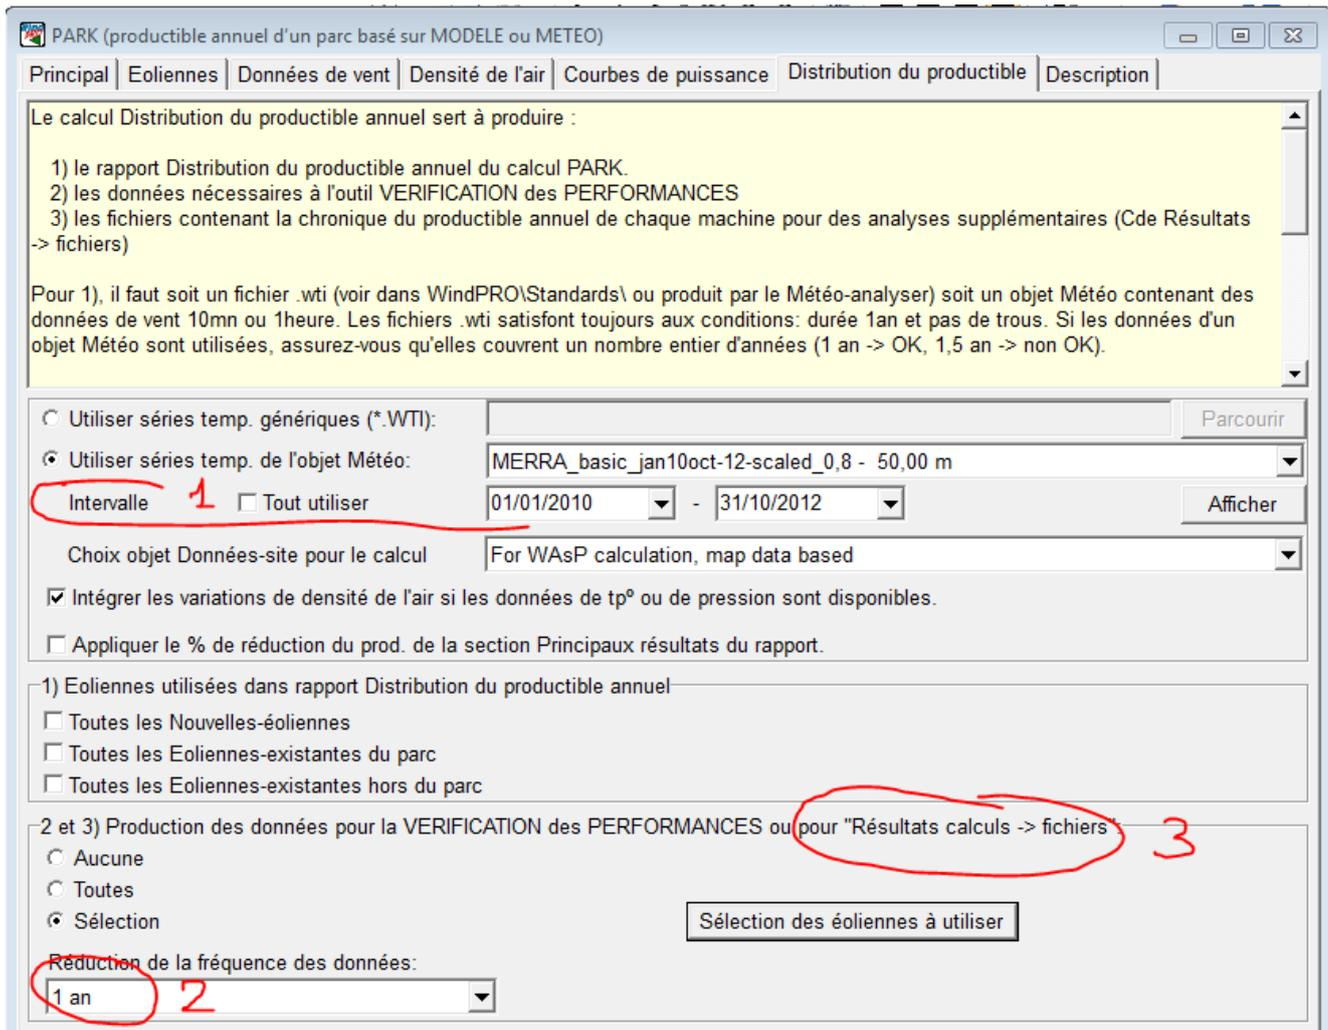
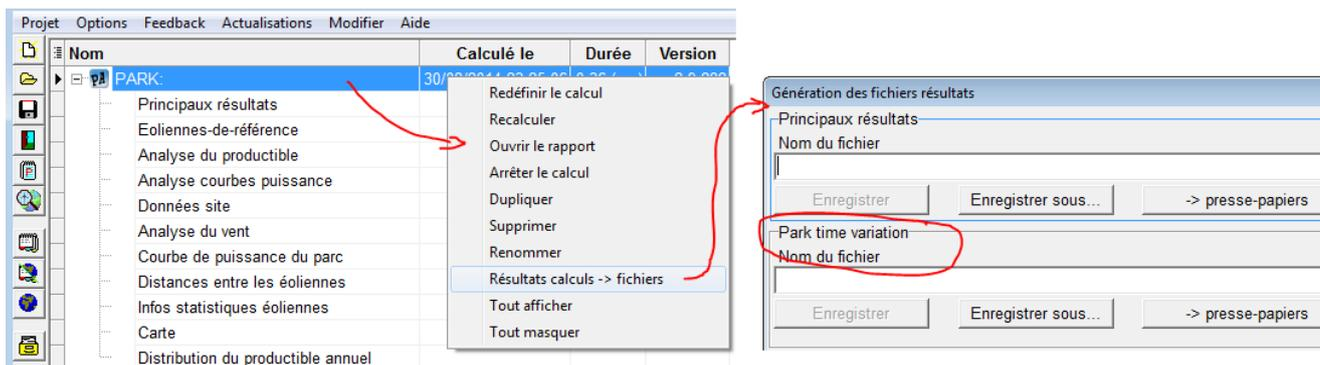

Figure 43
Figure 44
Après avoir fait, si c'est une des causes, les ajustements dans le réglage du modèle et de la description du terrain qui donnent des productions *Réelle* et *Calculée* parfaitement concordantes pour la période analysée, relancez le calcul *Distribution du productible* avec ces ajustements pour estimer la production à long terme en utilisant 10 ans, 15 ans ou toute la période couverte par les données vent, voir (1) de la Figure 43.
Les productions peuvent générées également sous forme annuelle mais aussi mensuelle, voir (2) de la Figure 43, afin de vérifier à nouveau qu'elles concordent bien avec les productions *Réelles* chargées dans les objets éoliennes.
Le bon résultat se trouve enregistré dans un fichier résultat ou dans le presse-papiers. A partir de ce dernier on peut coller les résultats directement sur une feuille Excel. Voir (3) Figure 43, Figure 44 et Figure 45.